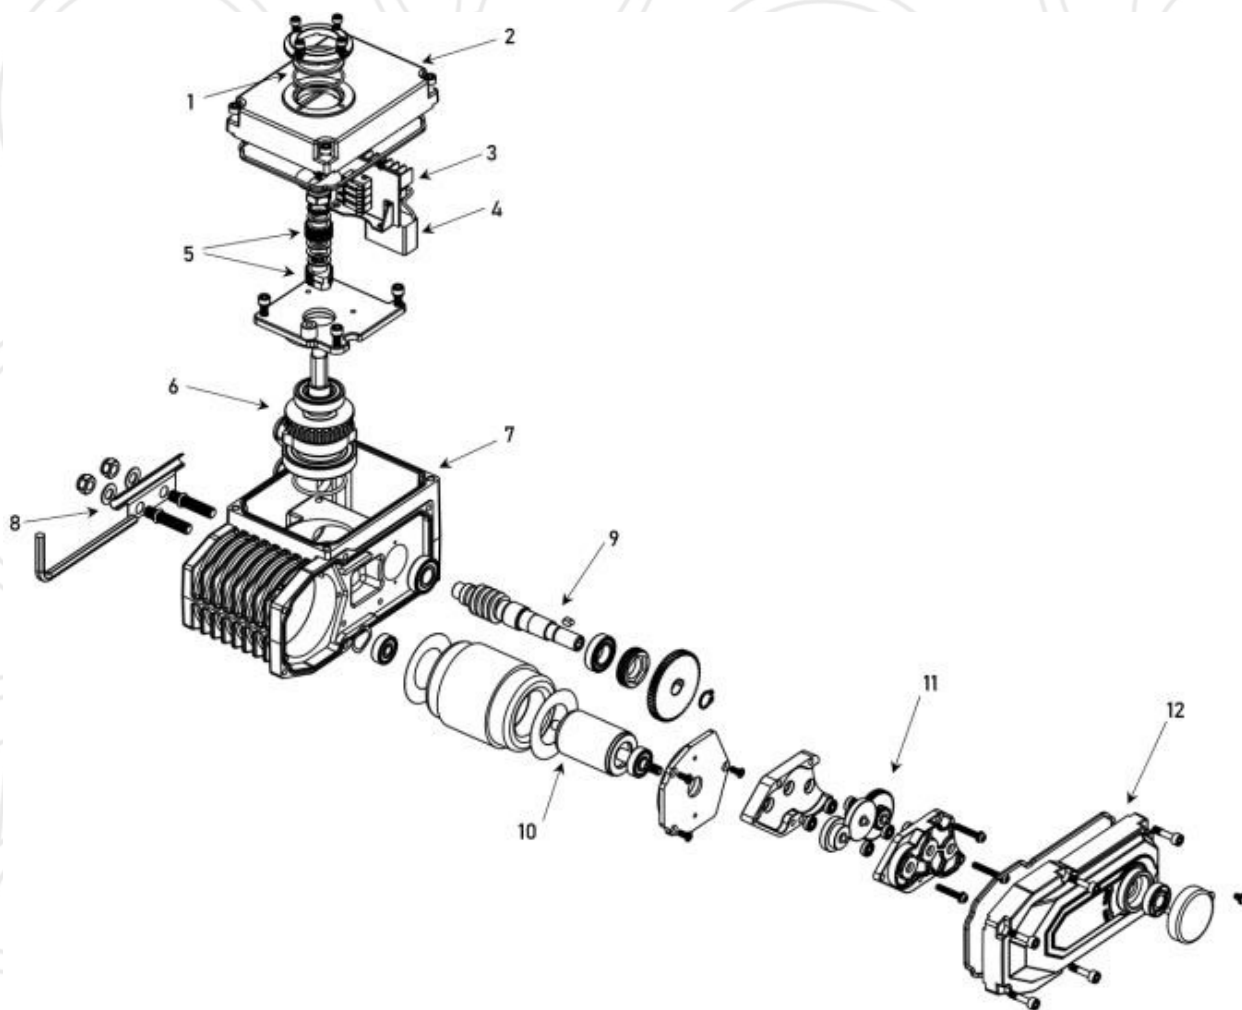

Рис.1
2.3. Деталировка электропривода Рис.1